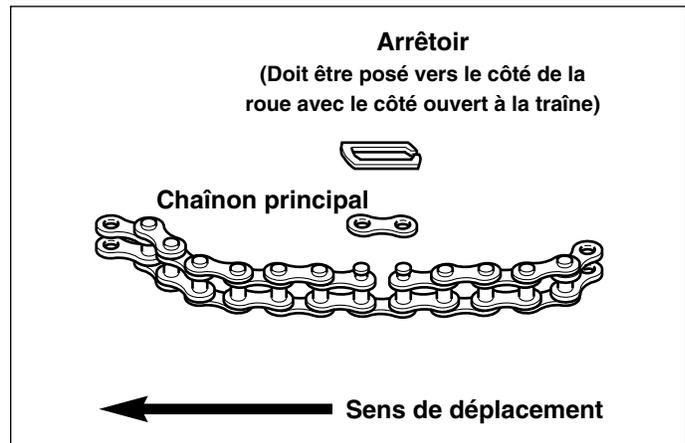

Figure 30. Chaînon principal de la chaîne à rouleaux
6. Installer une chaîne neuve et un arrêttoir comme illustré à la Figure 30.